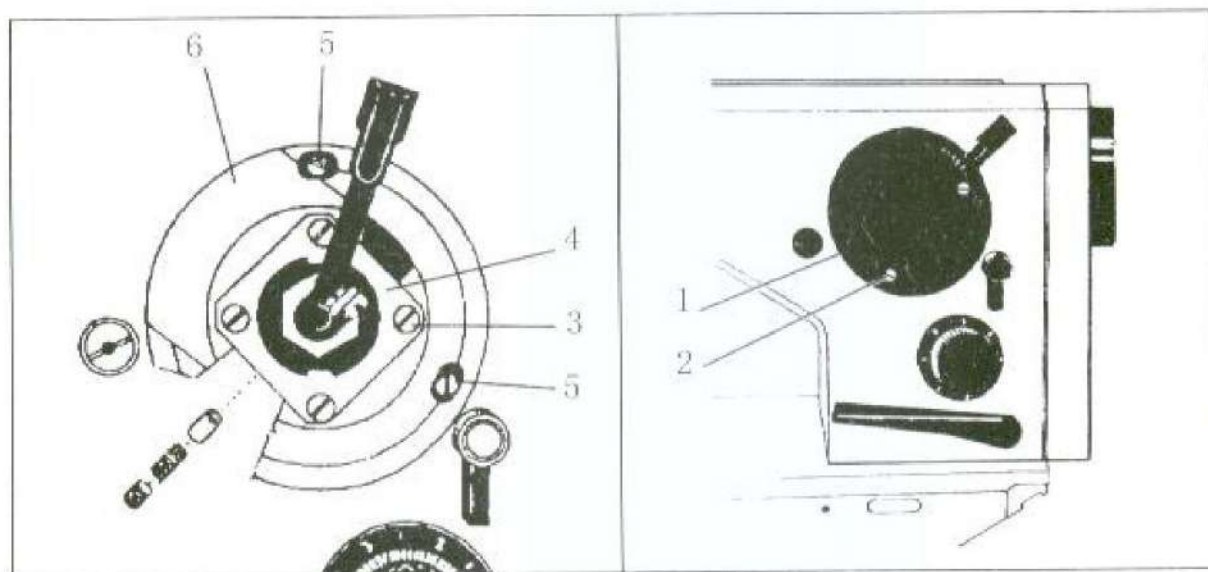

图 19
2) 机针在针板槽横向中心位置的调节(图19): 将针迹间宽度调节至零, 并转动主动轮直到机针在最低位置, 将摆针指示盘(1)的两个螺钉(2)拧出, 拆下摆针指示盘(1), 拧松滑动块螺钉(3), 将滑动块(4)上下移动即可调整机针在针板槽中心的位置。调整好之后拧紧滑动块螺钉(3), 装上摆针指示盘。
28. 针基点偏移量的调整：（图19）